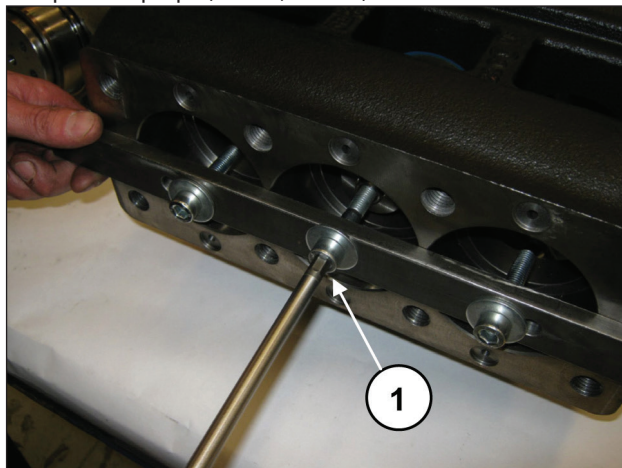
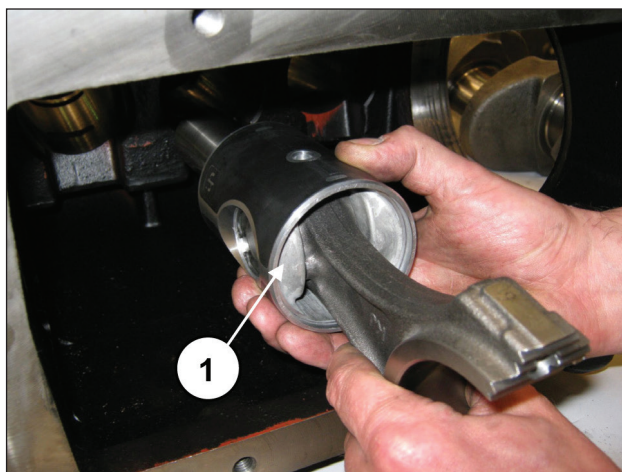

Рис. 32
Рис. 33
Открутите винты инструмента, арт. 27566200, чтобы разблокировать шатуны (поз. ①, Рис. 32), а затем извлеките узлы шатуна и направляющей поршня из заднего отверстия картера (поз. ①, Рис. 33).